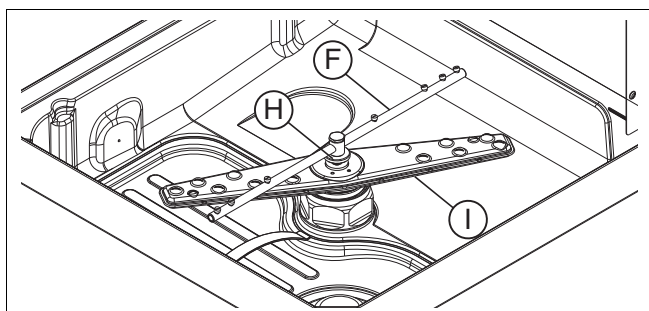

Figura 27 Brazos de lavado y aclarado
- Sacar los brazos superiores e inferiores de lavado "F" y de aclarado "I", desenroscando la rosca "H" (Figura 27).